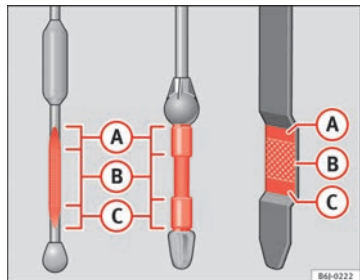

Fig. 124 Varilla de medición del nivel de aceite
- A continuación, vuelva a extraerla y compruebe el nivel de aceite ⇒ fig. 124. En caso necesario, reponga aceite del motor.